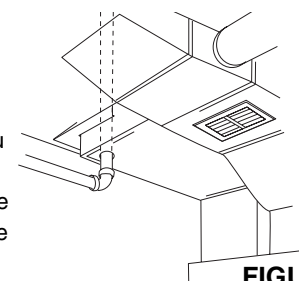

FIGURE 6
Un conduit de reprise d'air froid fournit souvent un parcours direct du sous-sol aux autres niveaux de la maison. Voyez la figure 6. Il est facile de découper les conduits pour y faire passer les tuyaux. Il suffit de sceller l'extérieur du tuyau en terminant l'installation.
6. Découpez un trou de 6,35 cm de diamètre dans la plaque d'assise, collecteur ou le montant directement en ligne avec l'ouverture du raccord du support de prise. **Voyez la figure 6 pour les dimensions de la ligne centrale.**